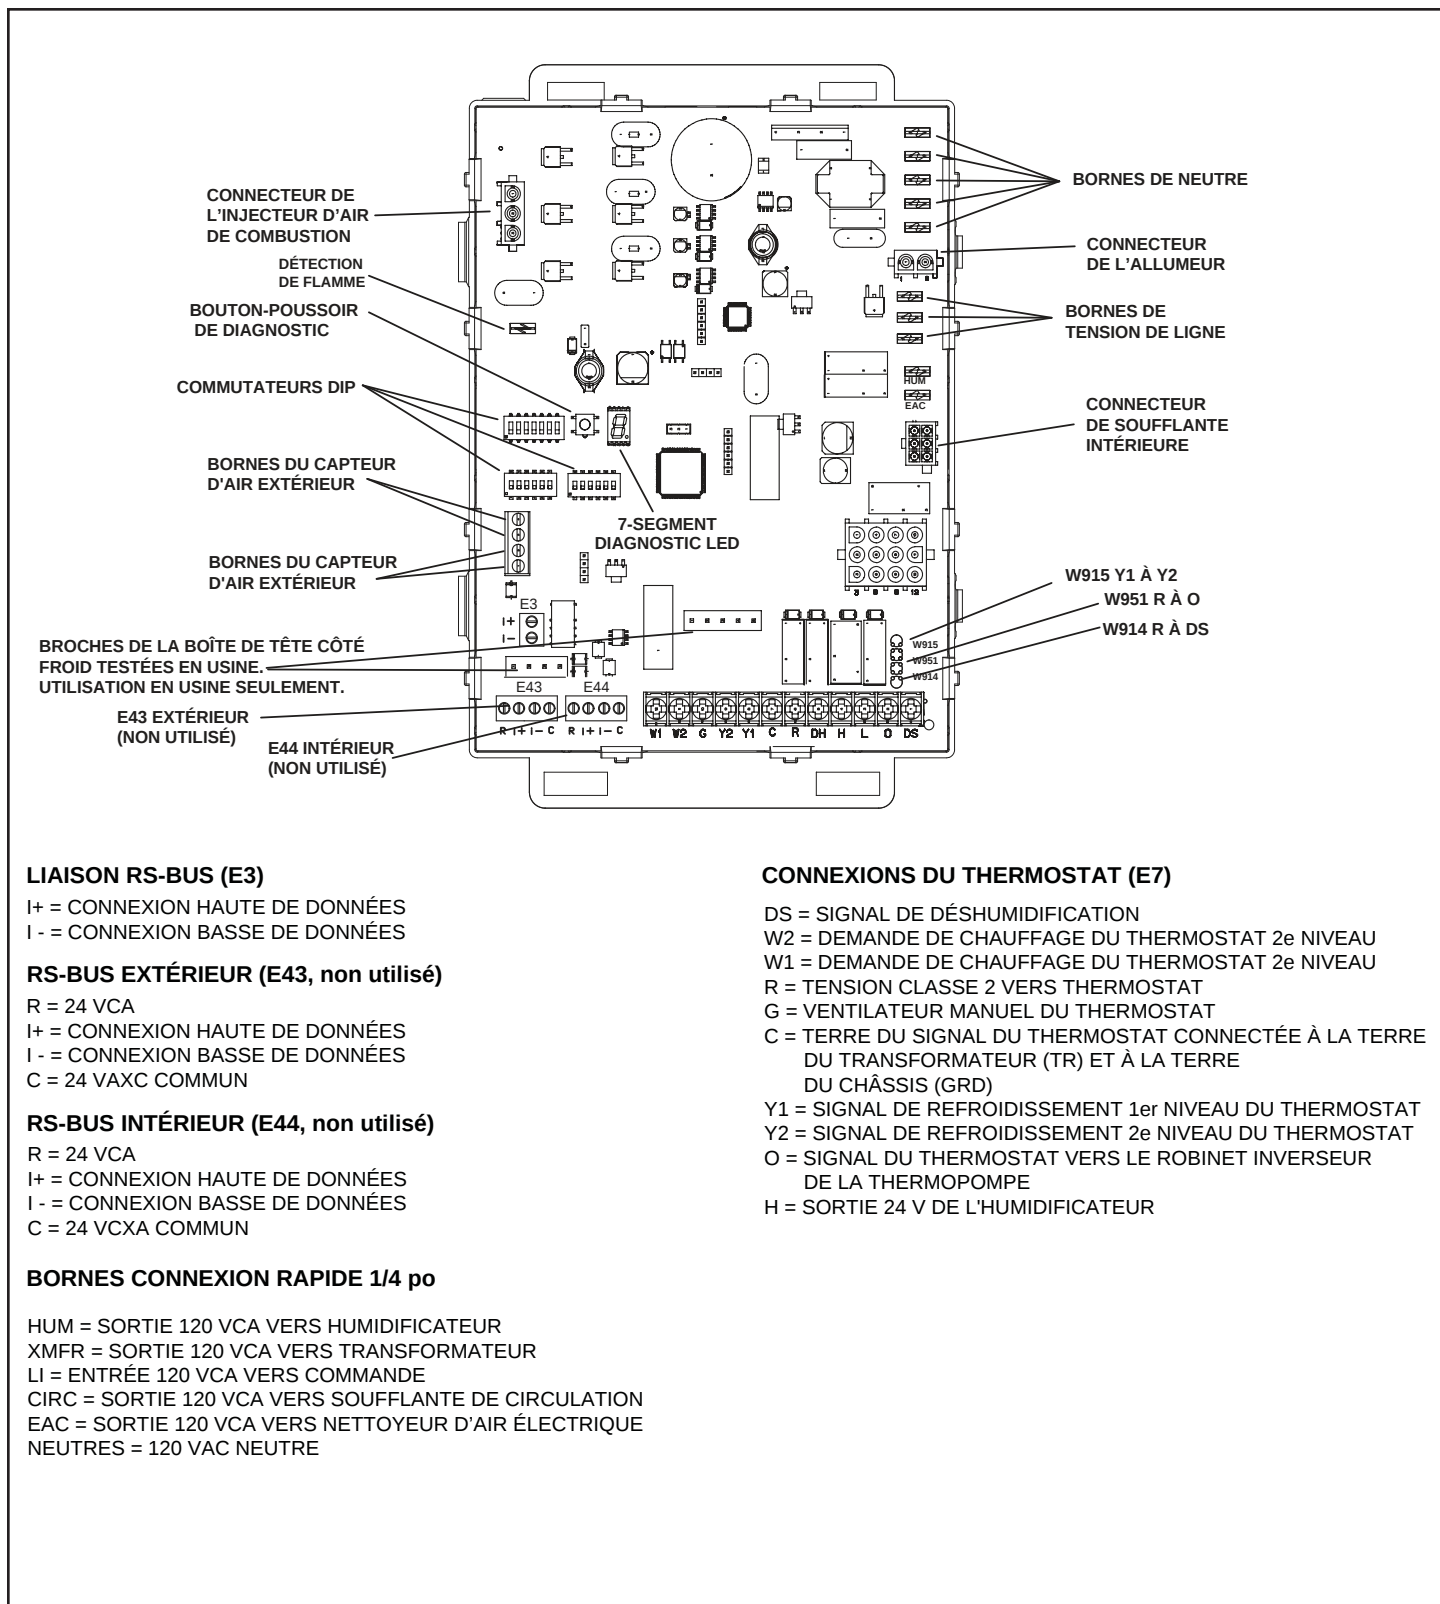

Figure 4. Commande intégrée
Les appareils sont équipés d'une commande intégrée à capacité variable. La commande peut fonctionner avec un thermostat 24 V conventionnel à un ou deux niveaux de capacité. Le système se compose d'une commande d'allumage et de soufflante (Figures 4 et 5) avec désignation des broches de commande (Tableau 1 à Tableau 2) et d'un allumeur. La commande et l'allumeur fonctionnent en combinaison pour assurer l'allumage du générateur d'air chaud et la durabilité de l'allumeur. La commande permet l'allumage du gaz, les vérifications de sécurité et le contrôle de la soufflante intérieure pour le chauffage au gaz à deux niveaux de capacité. L'injecteur d'air de combustion, le robinet de gaz et la soufflante intérieure sont commandés en réponse à diverses entrées du système, telles que les signaux du thermostat, du pressostat, du limiteur et du capteur de flamme. La commande est dotée d'un afficheur à sept segments indiquant l'état du générateur d'air chaud (y compris la soufflante intérieure) et les codes d'erreur. Le voyant clignote des chiffres simples. Par exemple, sous « Code » dans le tableau de la page 18, un « E » suivi de « 2 », « 5 » et « 0 » indique que le circuit du limiteur est ouvert. La commande est dotée d'un humidificateur 120 V et d'une borne d'accessoire 120 V, chacun d'une intensité nominale d'un (1) ampère.
La commande peut être configurée pour fonctionner selon trois modes : à niveau de capacité variable, à deux niveaux ou à trois niveaux temporisés. Les modes à capacité variable et à deux niveaux ne fonctionnent qu'avec un thermostat à deux niveaux. La sélection du thermostat s'effectue à l'aide des commutateurs DIP un et/ou deux (Figure 4) et ces derniers doivent être positionnés pour l'application particulière.
Réglage des commutateurs DIP pour les modes de fonctionnement -- Figure 4
Liaison intégrée W914 DS à R (Figure 4)
Liaison intégrée W951 R à O (Figure 4)
Liaison intégrée W915 Y1 à Y2 (Figure 4)
Voyant de diagnostic (Figure 4)
Bouton-poussoir de diagnostic (Figure 4)